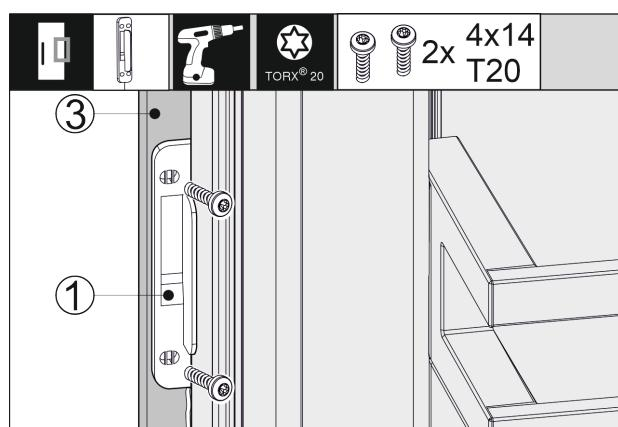

Fig. 66
- 将敲门传感器 Fig. 66 (1) 推到橱柜正面 Fig. 66 (3) 和冰箱门 Fig. 66 (4) 之间，从而略微张紧电缆 Fig. 66 (5)。将敲门传感器的止挡 Fig. 66 (6) 贴靠在冰箱门 Fig. 66 (4) 上。
► 将敲门传感器 Fig. 66 (1) 按到橱柜正面 Fig. 66 (3)。
► 敲门传感器 Fig. 66 (1) 已粘贴。粘贴敲门传感器可优化敲门信号的传输。
- 永久固定敲门传感器 Fig. 66 (1) 能够延长使用寿命。
► 使用随附的螺丝将敲门传感器 Fig. 66 (1) 拧到橱柜正面 Fig. 66 (3)。